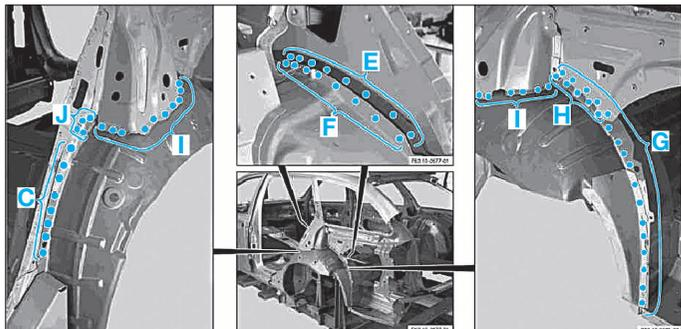

FIG. 110
- Souder à la pointeuse électrique par résistance par points zones (C), (G), (I) et (J) (Fig.110).